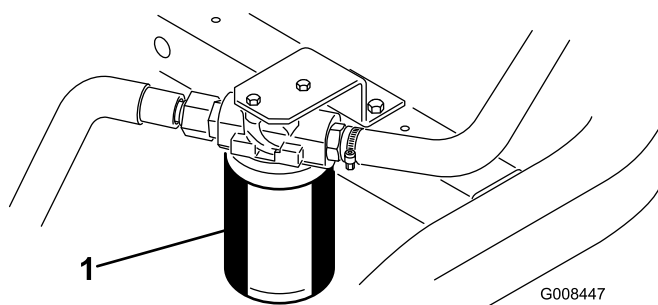

図 50
1. フィルタ容器の周辺をウェスできれいにぬぐう (図 50)。フィルタの下に廃油受けを置いてフィルタを外す。